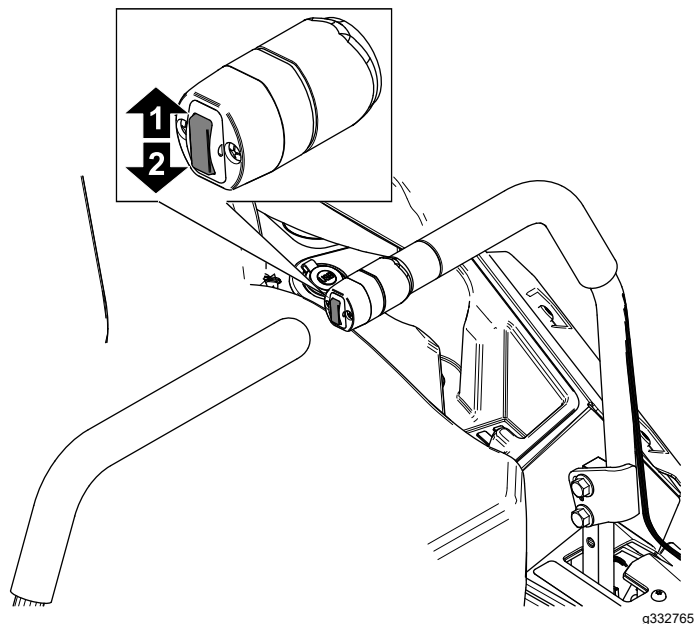

Figure 31
1. Appuyez sur le haut de l'interrupteur de commande du plateau (Figure 31).